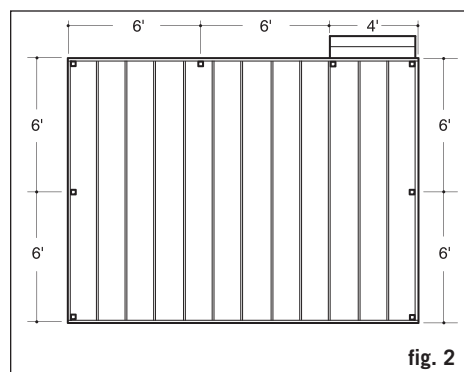

fig. 2
Étape 1 : Déterminez le nombre de poteaux de rampe dont vous aurez besoin pour votre terrasse. L'espacement des poteaux est de 6' centre. Par exemple: une terrasse de 3,7 m x 4,9 m (12 pi x 16 pi) attenante à un bâtiment et ayant une issue latérale de 1,2 m (4 pi) nécessitera un total de 8 poteaux (Figure 2).
Paso 1: Determine la cantidad de postes de las barandillas que necesita su plataforma. Espacio entre postes es de 6' de centro a centro. Ejemplo: una plataforma de 12' x 16' unida a un edificio con una apertura de acceso de 4' de un lado necesitará un total de 8 postes (fig. 2).